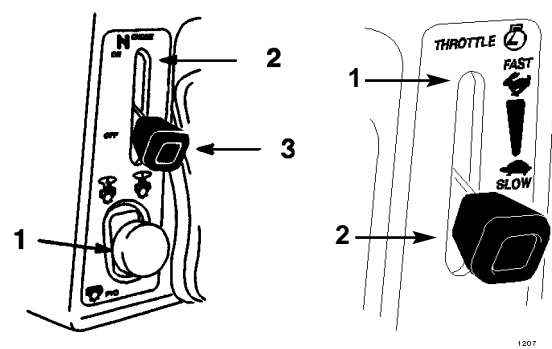

Figure 3
3. Pousser la PTO (prise de force) sur "OFF" (ARRET) (Fig. 3)
4. Placer la manette de starter sur "ON" (MARCHE) (Fig. 3).